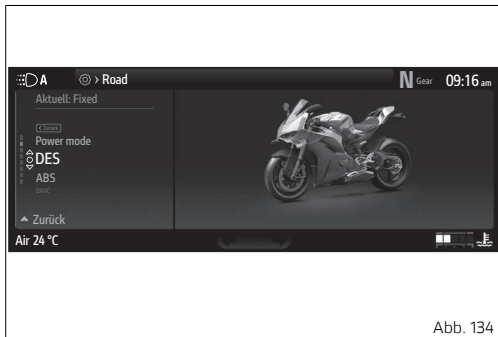

Abb. 134
- Die Angabe „DES“ (Abb. 134 S.166) markieren, dann die Taste ○ drücken.